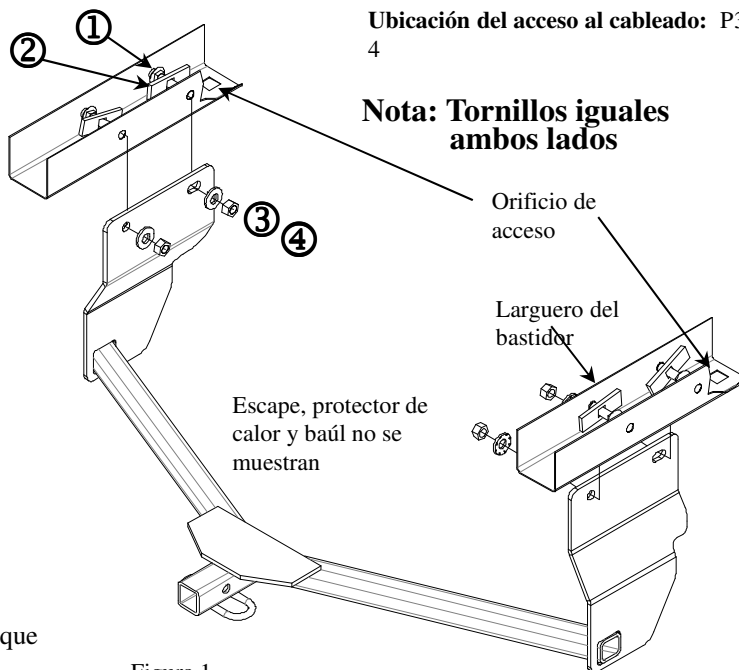

Figura 1.
5. Levante el enganche a su posición como se muestra. Figura 1 Nota: en escapes dobles localice el enganche cerca del silenciador luego levante a lo largo de los tubos de escape y mueva hacia atrás a su posición.